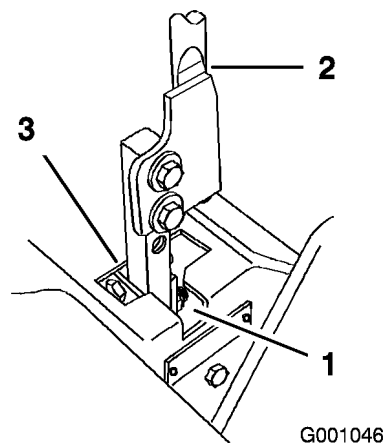

Figure 56
5. Placez le levier au point mort, sans le verrouiller (Figure 56).
6. Tirez le levier en arrière jusqu'à ce que l'axe de chape (situé sur le bras au-dessous de l'axe de pivot) touche l'extrémité de la fente (c.-à-d. commence juste à appuyer sur le ressort) (Figure 56).
7. Vérifiez la position du levier par rapport au cran de la console (Figure 56). Il doit être centré de façon à pouvoir pivoter vers l'extérieur jusqu'à la position de verrouillage du point mort.